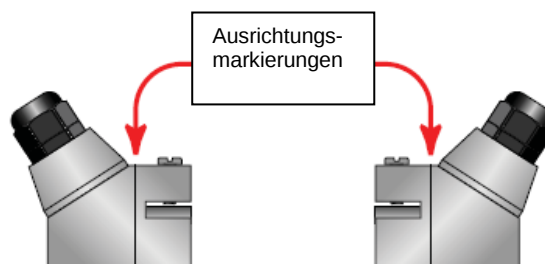

Abb. 23: Sensorausrichtungsmarkierungen
Die DTTN-, DTTR-, DTTH- und DTTL-Sensoren müssen korrekt ausgerichtet und mit den geeigneten Abständen am Rohr montiert werden, um eine optimale Zuverlässigkeit und Leistung des Durchflussmessgerätes zu gewährleisten. Bei horizontal verlaufenden Rohren sind die Sensoren in der Z-Anordnung in einem radialen Abstand von 180° zu montieren. Zur unteren und zur oberen Rohrmitte muss mindestens ein Installationsabstand von 45° gewahrt werden. Siehe hierzu Abb. 23. und "Konfigurierung für die Z-Anordnung" auf Seite 22. Bei senkrecht verlaufenden Rohren ist die Ausrichtung nicht entscheidend.
Der Abstand zwischen den beiden Sensoren wird zwischen den beiden Abstandsmarkierungen an den Sensorseiten gemessen. Diese Markierungen befinden sich ca. 19 mm von der Spitze der DTTN- und DTTH-Sensoren und 30 mm von der Spitze des DTTL-Sensors entfernt. Siehe Abb. 23.
- 3) Den Papierstreifen an der Falzlinie falten. Die Falz markieren. Den Installationsort des einen Sensors am Rohr markieren. Siehe hierzu Abb. 23 bezüglich der korrekten radialen Ausrichtung. Den Papierstreifen wieder um das Rohr wickeln und dabei das eine Ende des Streifens mit einer Ecke an dem markierten Punkt platzieren. Nun den Streifen bis zum anderen Ende des Rohrs anlegen und die Enden der Falz am Rohr markieren. Nun vom Ende der Falz (vom Installationsort des ersten Sensors direkt über das Rohr) die unter **“Messstelle > Laufzeit”** angegebene Länge für den erforderlichen Abstand abmessen. Diesen Punkt am Rohr markieren.